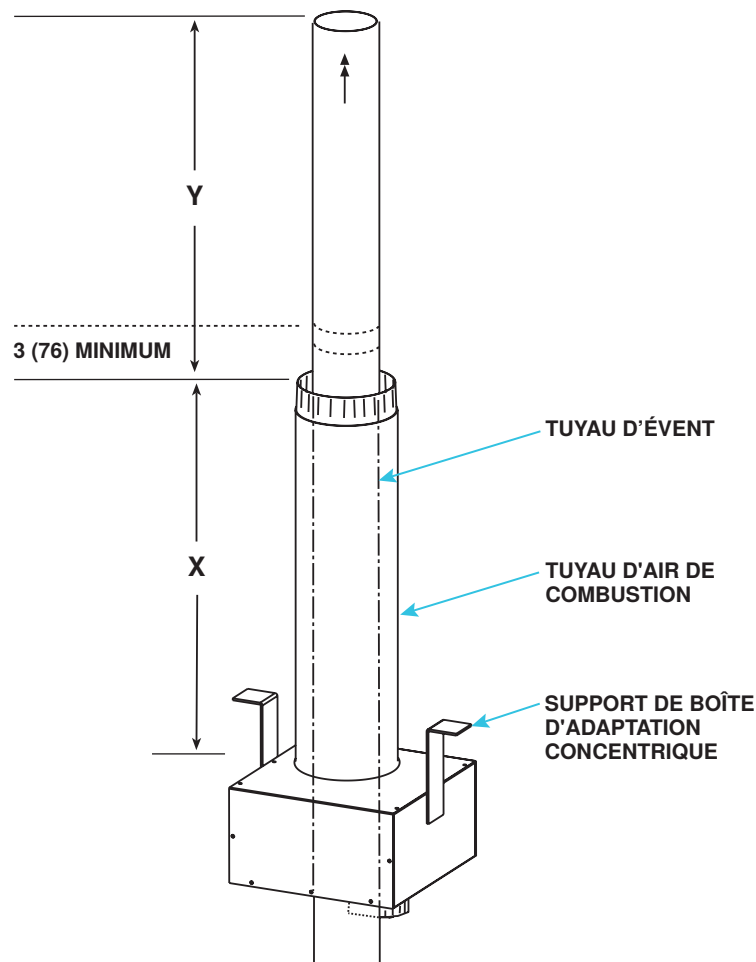

Figure 20. Installation du tuyau d'air de combustion
5. Connectez la section extérieure du tuyau d'air de combustion au boîtier adaptateur concentrique (voir Figure 20) :
- Reportez-vous à la Figure 20 pour déterminer la longueur de la dimension X comme suit :
- La deuxième section du tuyau à double paroi (voir la dimension Y sur la Figure 20) peut être raccordée au besoin à la section continue du tuyau d'aération. Assurez-vous que le raccord est à au moins 3 pouces (76 mm) au-dessus du tuyau d'air de combustion et que la hauteur est d'au moins 12 pouces (305 mm)—34 pouces (864 mm) dans les climats froids où la température ambiante de conception est de -10°F (-23°C) ou moins.
6. Fixez le boîtier adaptateur concentrique sous le toit (voir Figure 20) :
- a. Consultez la **Figure 20** pour établir la longueur de chaque section de conduits ainsi que la longueur totale requise. Déterminez la longueur en additionnant les exigences :
- (1) En partant du bas, le tuyau d'évent peut s'étendre jusqu'à 6 pouces (152 mm) sous la boîte
- (2) Plus 6 pouces (152 mm) à travers la boîte
- (3) Plus la longueur des crochets au-dessus de la boîte
- (4) Plus l'épaisseur du toit
- (5) Plus la hauteur du tuyau d'air de combustion extérieur au-dessus du toit
- (6) Plus un minimum de 3 pouces (76 mm) au-delà du haut du tuyau d'admission d'air
- (7) Le total est la longueur minimale de la section du tuyau d'évent—si le morceau réel de tuyau d'évent est plus long, prolongez-le plus au-dessus du tuyau d'air de combustion—ne le prolongez pas de plus de 6 pouces (152 mm) sous la boîte